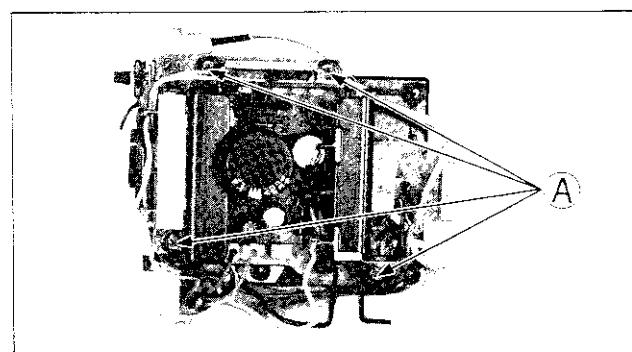

Fig. 2-4
1. Après avoir retiré la plaque à circuits imprimés du téléviseur couleur, sortir le bloc d'alimentation complet en retirant les quatre vis de fixation indiquées par la lettre **(A)** de la figure 2-4.